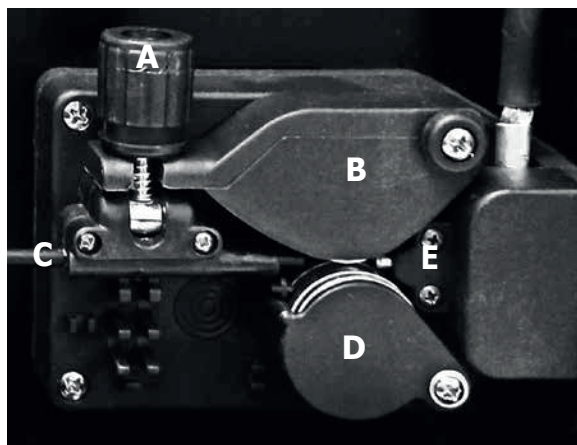

Abbildung 5
- Schrauben Sie die Mutter (1) der Haspel (Trommelbremse) ab und entfernen die Feder (2) und den Außenring (3).
- Die Spule (4) nach Entfernung der Plastikummhüllung wieder in die Haspel einlegen. Den Außenring (3), die Feder (2) und die Plastikmutter (1), die das Bremssystem für die Spulengeschwindigkeit bilden, wieder an Ort und Stelle bringen. **BITTE BEACHTEN:** Die Mutter darf nicht zu fest angezogen werden; ist der Druck zu hoch, wird der Motor für die Bewegung des Drahtes überbeansprucht. Ist er zu schwach, hält die Spule bei Beendigung der Schweißarbeiten nicht sofort an.
- Plastikdrehgriff lockern (A) und senken und die Drahthebel anheben (B) (Abb.5). Etwaige Drahrückstände aus der Drahhülle entfernen.
- Draht aus der Spule lassen und mit einer Zange so festhalten, der er sich nicht abwickeln kann. Das Ende vor dem Einführen in die Führung (C) ggf. gerade biegen. Draht so einführen, dass er über den unteren Rollen (D) verläuft und die Drahhülle eintritt.